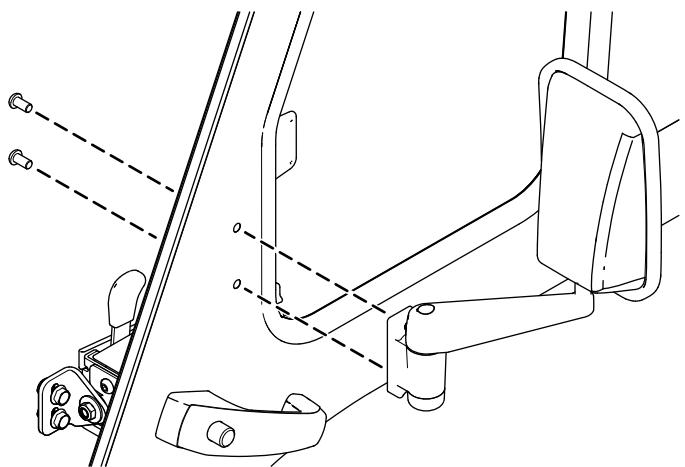

図 4
2. 図4のように、ドアにミラーを固定する。トースヘッドねじM8 x 16 mm 2本を使用する。